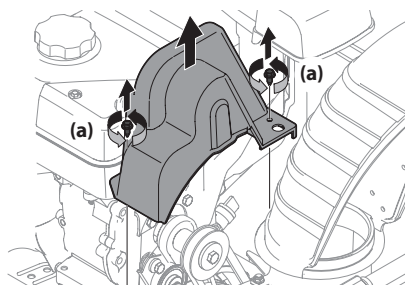

Figure 4-10
2. Retirez le couvre-courroie en plastique sur le devant du moteur en enlevant les deux vis auto-taraudeuses (a). Voir Figure 4-10.